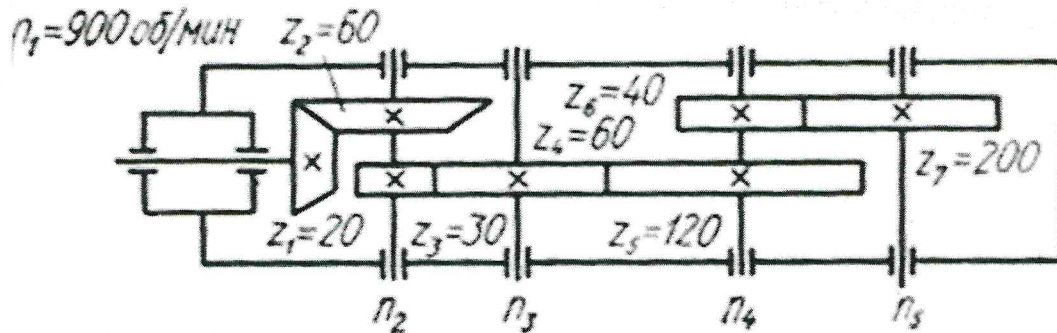

Рис. 4.
32. По заданным условиям определить частоту вращения на выходе П5 (рис. 4).